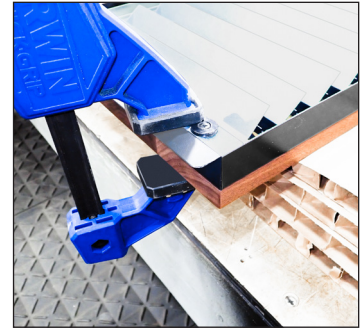

Fig. 2. Centre el revestimiento y la rejilla en las esquinas. El panel es ligeramente más grande que la rejilla.
3. Coloque la rejilla boca abajo en el panel protector. A continuación, centre la rejilla y el revestimiento. Véase la fig. 2. **ATENCIÓN** Centre la rejilla del gabinete y el panel protector en las esquinas.
4. Sujetar la rejilla y el revestimiento. Véase la fig. 2. **ATENCIÓN** Si las mordazas de la pinza no están acolchadas, inserte un acolchado entre la pinza y el revestimiento para proteger el acabado del panel.